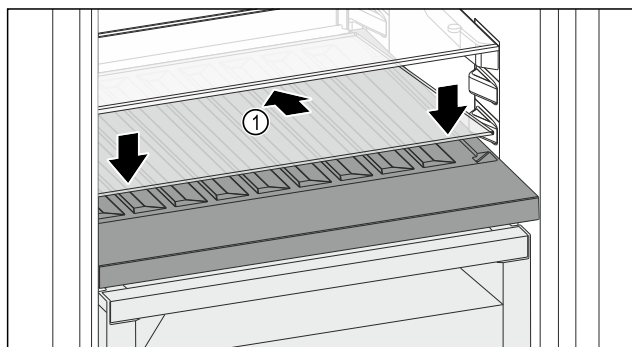

Fig. 111
- Glasplatte Fig. 111 (1) schräg und nach hinten unten geneigt ansetzen.
- Glasplatte Fig. 111 (1) vorne absenken.